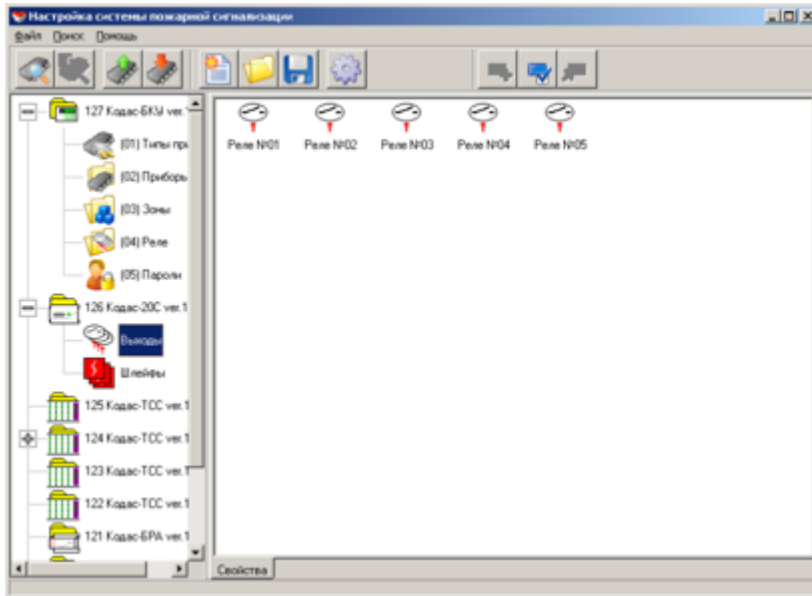
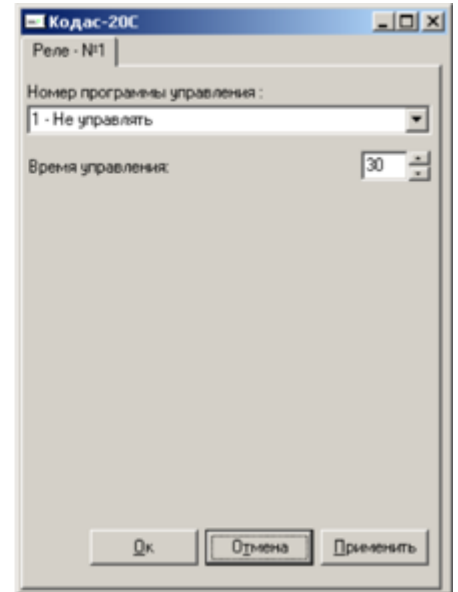

Рис. 23
Рис. 24
**5.4.1** При встановленні курсора на знак «+» навпроти блоку Кодас-20С (рис. 22) і натисканні лівої кнопки миші стають доступними елементи конфігурації Кодас-20С: виходи і шлейфи сигналізації (рис. 23). Налаштування виходів полягає у вказанні номера програми керування та часу, протягом якого даний вихід буде керуватися за заданою програмою. Опис програм керування приведено в документі ШМК. 468332.007 РЕ «Блок приймально-контрольний Кодас-20С. Керівництво з експлуатації, монтажу та технічного обслуговування». Для завдання програми керування виходу необхідно встановити курсор на реле і перейти на пункт контекстного меню «Властивості» (рис. 24). Контекстне меню викликається правою кнопкою миші.